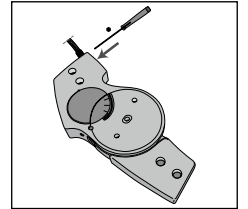

Abb. 8
7. Lösen Sie jetzt die Stiftschraube an dem Gelenkoberteil. Zwei Umdrehungen reichen aus (siehe Abb. 8). Die Schraube nicht aus dem Gelenk entfernen.
18. Sichern Sie jetzt wieder die Justierschraube mit der Stiftschraube (siehe Abb. 8).